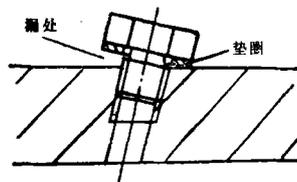

图 4
(5) 液压、润滑及冷却系统中螺塞、管接头体等与部件的连接密封许多是靠各种垫圈(如金属垫圈、组合垫圈等)。但经常发生下述装配不当现象:
①加工螺纹的中心线与密封面不垂直(图4),装配后密封垫圈不起密封作用。改进措施:将密封面铣成与螺纹中心线垂直。